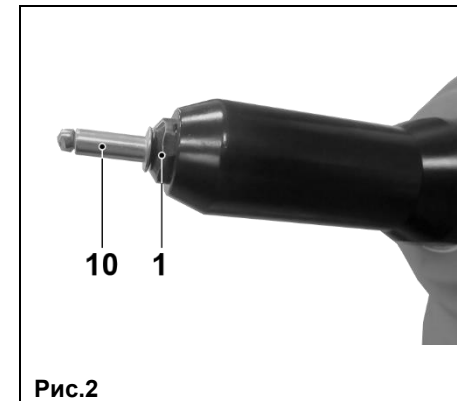

Рис.2
- 6.4.3. Установите правильно подобранную заклепку (10) сердечником в насадку (1) до упора как показано на Рис.2.